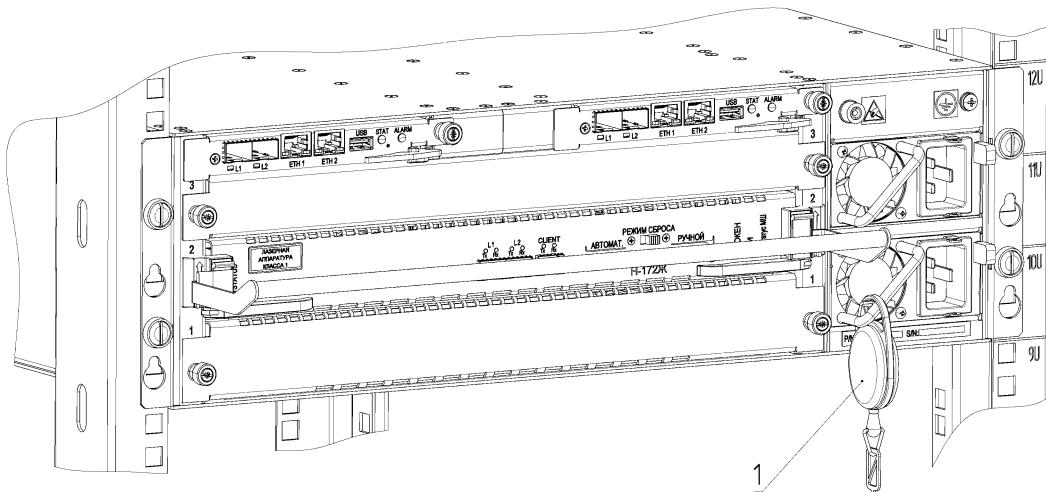

Рисунок 17 – Установка стилуса с ретрактором
- закрепить стилус с ретрактором на ручку блоков вентиляции, блоков фильтрации или блоков питания (для V3-DCI, V6-DCI) шасси (см. Рисунок 17).